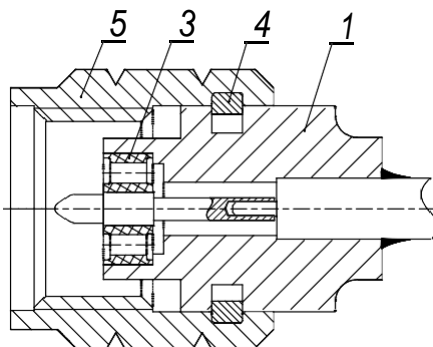

Рис. 28. Установка накладной гайки на корпус кабельного соединителя
- 4) Установите стопорное кольцо 4 на корпус 1 и наденьте накладную гайку 5, сжав кольцо 4 (рисунок 28).